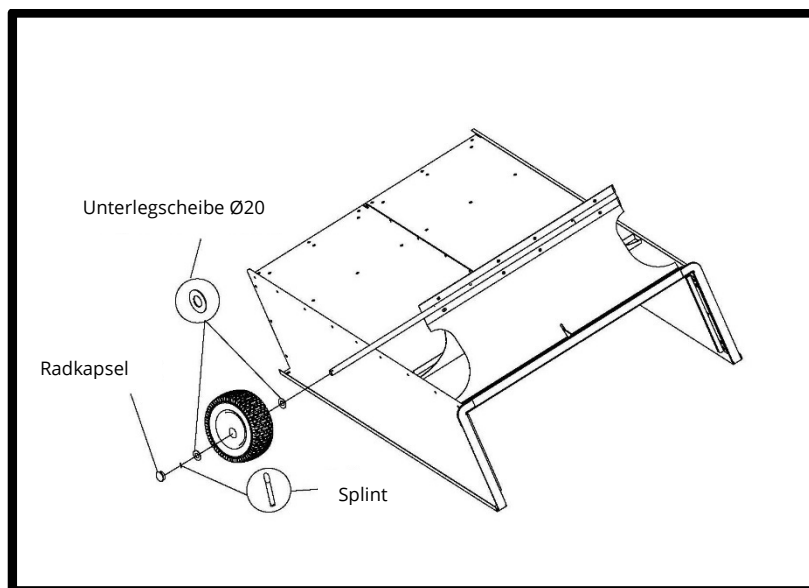

Abbildung 5
10. Schieben Sie die Achse wie in der Abbildung 5 angezeigt durch den Radstützbeschlag. Schmieren Sie evtl. bereits jetzt.
11. Montieren Sie die Räder mit einer Ø20-Unterlegscheibe an jeder Seite. Das Ventil muss außen sein! Befestigen Sie einen Splint am Ende der Achse und bringen Sie die Radkapsel an. Siehe Abbildung 5.